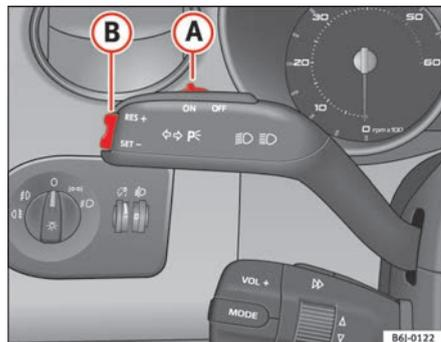

Abb. 104 Blinker- und Fernlichthebel: Schalter und Wippe für die Geschwindigkeitsregel-anlage
- Drücken Sie den oberen Teil der Wippe **RES** ⇒ Abb. 104 **(B)**, um die Geschwindigkeit zu erhöhen. Solange Sie die Wippe gedrückt halten, beschleunigt das Fahrzeug. Sobald Sie die Wippe loslassen, wird die neue Geschwindigkeit gespeichert.
Wenn Sie die gespeicherte Geschwindigkeit durch Treten des Bremspedals verringern, ist die Regelung der gespeicherten Geschwindigkeit ausgeschaltet. Sie können durch einmaliges Drücken des oberen Teils der Wippe **RES+** ⇒ Abb. 104 **(B)** die Regelung wieder aufnehmen.